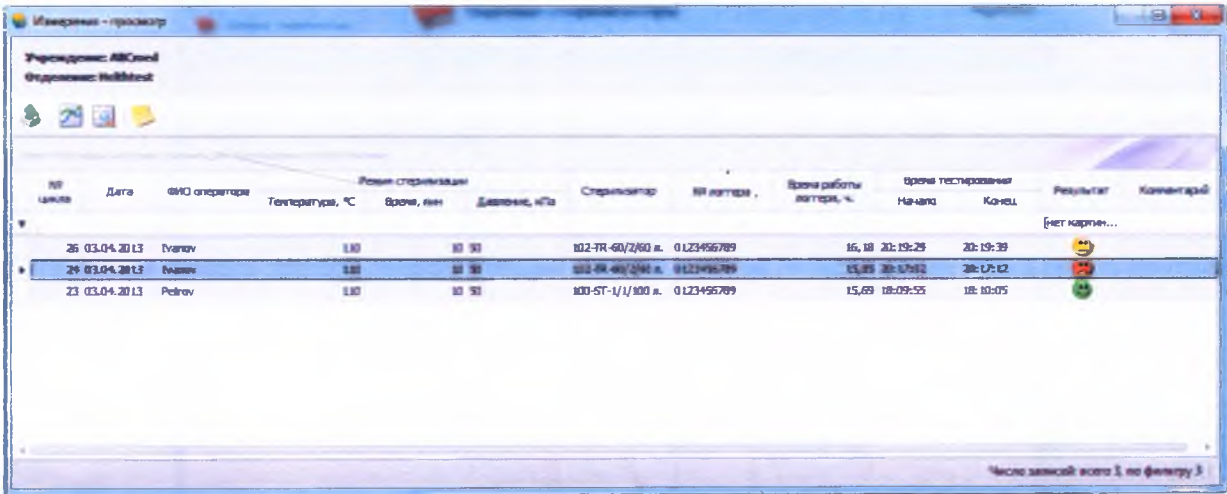

Рисунок 8. Электронный журнал контроля стерилизации
2.3.4.3. Для просмотра электронных журналов контроля стерилизации нажать на кнопку "Паровые стерилизаторы" в левой части окна программы и выбрать отделение, щелкнув дважды мышкой по необходимой строчке. После этого откроется окно электронного журнала контроля стерилизации (см. Рисунок 8).